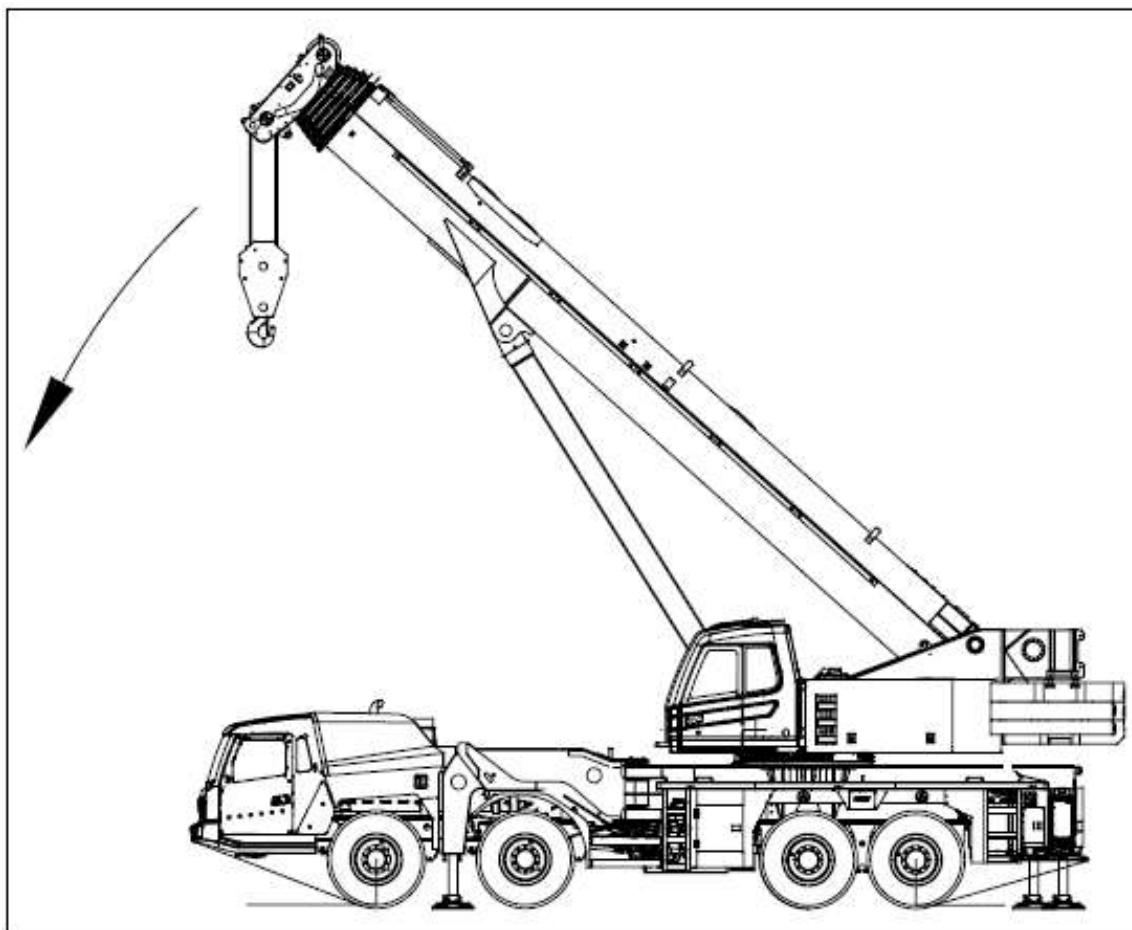

Fig.4-4.2
2) Abaixee a lança quando retrainr o cabo de aço do guincho principal. Recolha a lança no suporte de crescimento; veja Fig.4-4.2